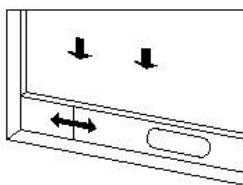
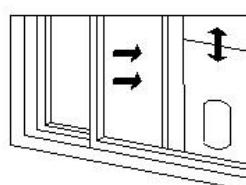

Figure 2
Figure 3
- 1) Ouvrez la fenêtre à moitié et montez la plaque d'étanchéité de la fenêtre sur la fenêtre (comme illustré par la Figure 2 et la Figure 3). Les composants peuvent être placés dans la direction horizontale et verticale.